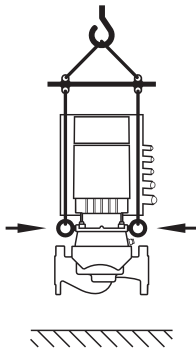

Fig. 8: Transport van de pomp
- De pomp moet met behulp van toegestane hijswerktuigen (bijv. takel, kraan enz.) worden getransporteerd. Deze moeten worden bevestigd aan de transportogen van de motorflens (Fig. 8, hier weergegeven: Hijsrichting met verticale motoras).